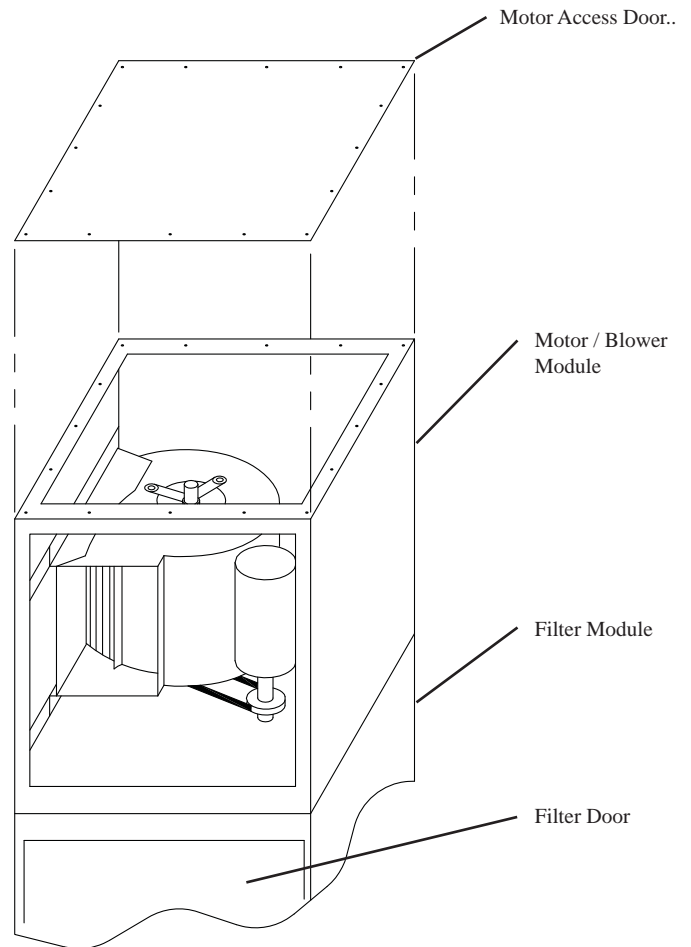

Fig. 2
4. Rotate the motor/blower module 90 deg. (Fig. 2).